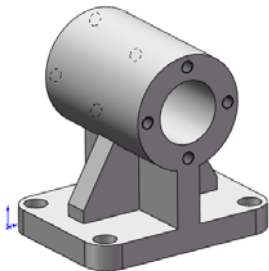
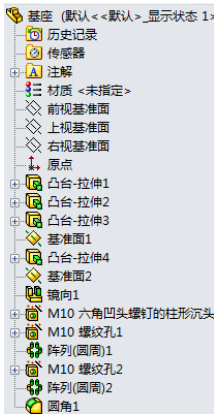

图 4-93 绘制的基座
图 4-94 基座“FeatureManager 设计树”
**36** 设置视图方向。单击“视图”工具栏中的“旋转视图”图标，将视图以合适的方向显示，结果如图 4-93 所示。基座绘制完毕，此时基座的“FeatureManager 设计树”如图 4-94 所示。